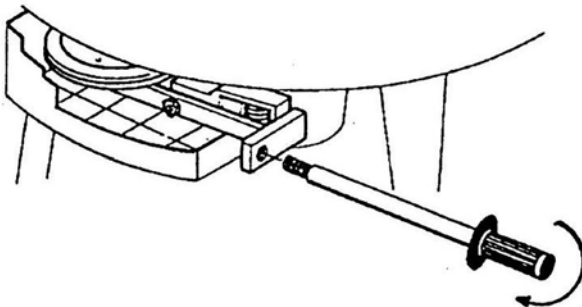

Fig. 2.4
- ◆ Skruva fast tömningshandtaget (Fig. 2.4).